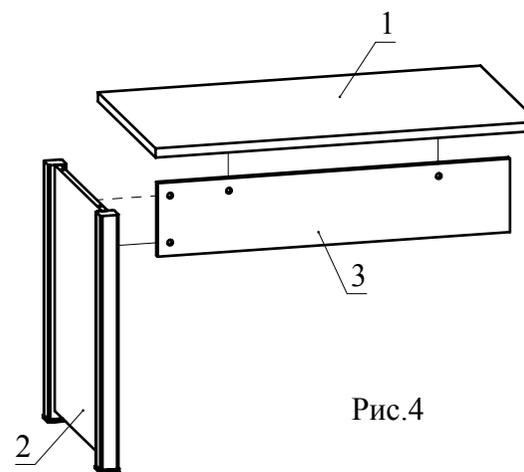

Рис.4
3. Установите деталь 3 на деталь 1 и зафиксируйте, повернув головки минификсов по часовой стрелке до упора. Соедините между собой полученные сборки и зафиксируйте, повернув головки минификс по часовой стрелке до упора (Рис. 4).